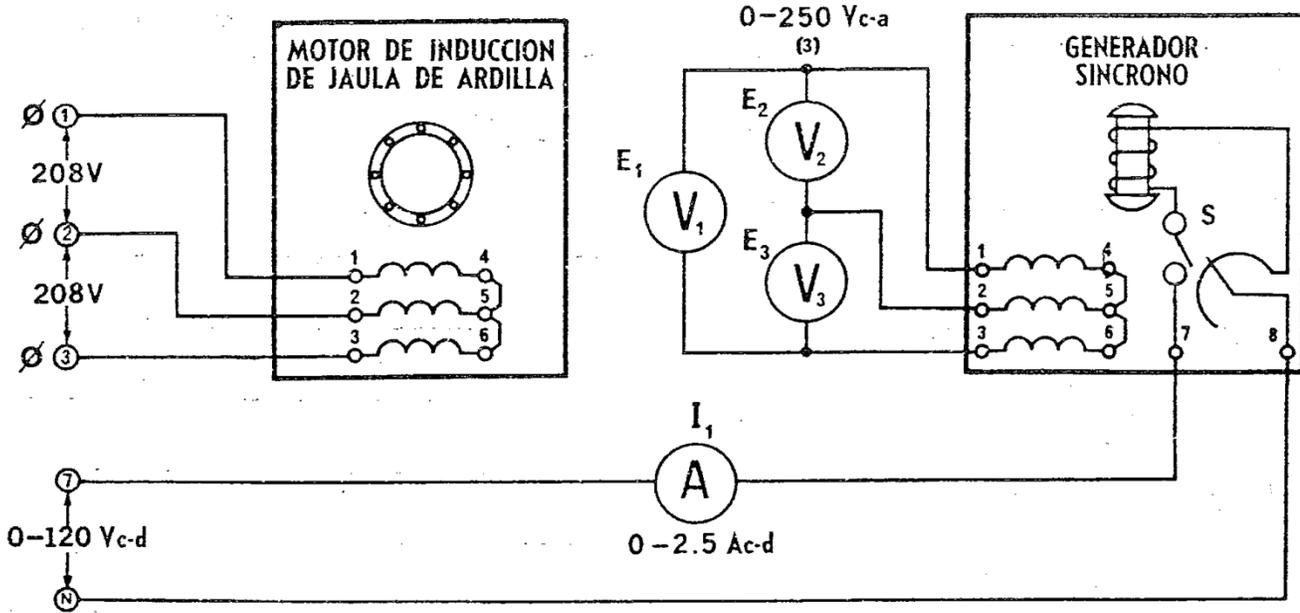

Figura 10-1
1. Conecte el circuito ilustrado en la **Figura 10-1**, usando los Módulos EMS de motor/generador síncrono, motor de jaula de ardilla, fuente de alimentación y medición. El motor de jaula de ardilla se usará para impulsar el motor/generador síncrono como alternador; durante este Experimento de Laboratorio, se supondrá que tiene velocidad constante. Observe que el motor de jaula de ardilla está conectado a la salida fija de 208V 3 Φ la fuente de alimentación, terminales 1, 2 y 3. El rotor del alternador va conectado a la salida variable de 0-120V c-d de la fuente de alimentación, terminales 7 y N.